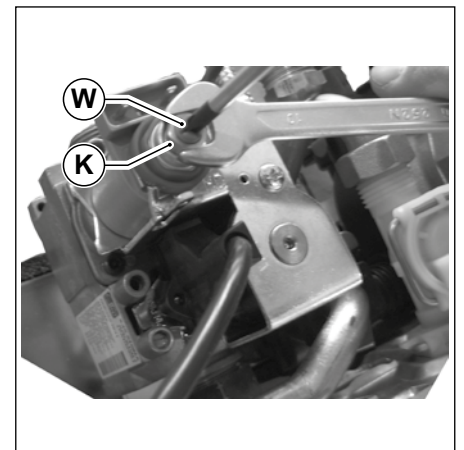

Fig. 49 Regulación válvula de gas
- Girando la tuerca **K** en sentido DE LAS AGUJAS DEL RELOJ (ver Fig. 49 Regulación válvula de gas) la presión a los inyectores aumenta, girando en sentido CONTRARIO AL DE LAS AGUJAS DEL RELOJ ésta disminuye.
- Para regular el valor de la presión, manteniendo bloqueada la tuerca **K** con una llave de 10 mm, girar el tornillo **W** en sentido DE LAS AGUJAS DEL RELOJ para aumentar la presión, en sentido CONTRARIO AL DE LAS AGUJAS DEL RELOJ para disminuirla (ver Fig. 49 Regulación válvula de gas).